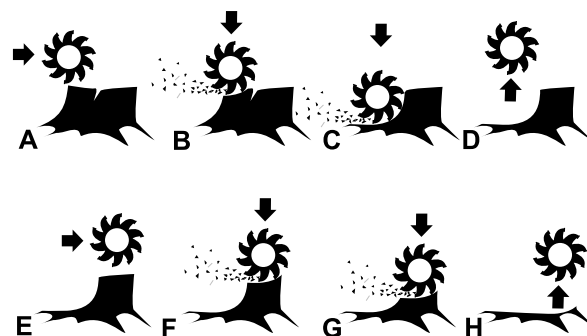

Figure 13
5. Écartez le disque de coupe de côté (Figure 12), puis abaissez-le d'environ 13 à 25 mm (1/2 à 1 po) dans le coin supérieur avant de la souche. Déplacez le disque de coupe d'avant en arrière, en l'abaissant d'environ 13 à 25 mm (1/2 à 1 po) avant chaque déplacement, jusqu'à ce que la partie avant de la souche soit rabotée au niveau sol (A à D à la Figure 13).
7. Répétez les opérations 5 et 6 jusqu'à ce que la souche ait complètement disparue (E à H à la Figure 13).